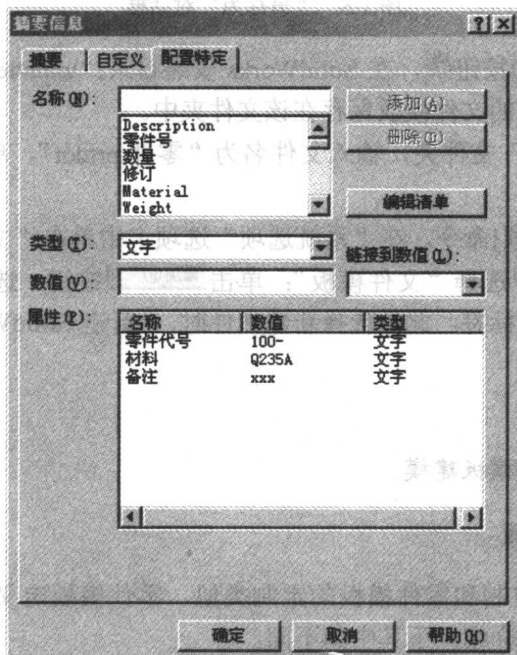

图 1-7 “摘要信息”对话框
- ⑤ 单击[虚拟交点]，设置成十字型。
- ⑥ 单击[注解显示]，选中[以相同文字大小显示]。
- ⑦ 单击[网格线/捕捉]，不选中所有选项。
- ⑧ 单击[单位]，选择[自定义]单选按钮，选择长度单位为“mm”，小数位数为 2；角度单位为“°”，小数位数为 2。
- ⑨ 单击[材料属性]，设定产品材料为常用的密度值，如“0.0027g/mm³”。
- ⑩ 单击[选项]对话框的[确定]按钮，保存文件属性设置并关闭对话框。
- ⑪ 选择菜单[文件]—[属性]命令，出现“摘要信息”对话框：
- 在[配置特定]标签中分别添加 3 个文本类型的自定义配置，它们会自动添加到工程图的标题栏或装配图文件的 BOM 表中，如图 1-7 所示；